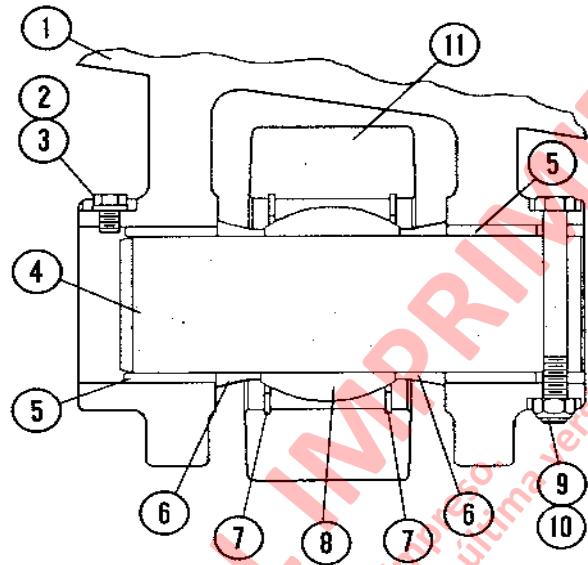

FIGURA 4-4. CONJUNTO DE LA BARRA ESTABILIZADORA
1. Coloque el chasis y la carcasa del eje trasero de manera que se pueda aplicar un extractor para sacar los pasadores de la barra estabilizadora (4, Figura 4-4).
3. Desconecte las cañerías de lubricación. Coloque una grúa de horquilla o un dispositivo de levante a la barra estabilizadora (11) para desmontarla del camión.
4. Retire los Pernos de máquina (9) y las tuercas de seguridad (10) en cada punto de montaje.
5. Coloque el extractor y saque el pasador (4) de cada extremo de la barra estabilizadora.
7. Retire los espaciadores del rodamiento (6).
1. Retire los anillos retenes (7, Figura 4-4) de los orificios de ambos extremos de la barra estabilizadora (11).